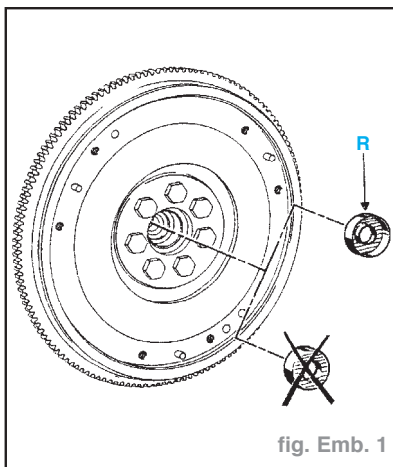

fig. Emb. 1
- Dégraisser l'alésage du vilebrequin recevant la bague (**R**) (fig. Emb. 1).